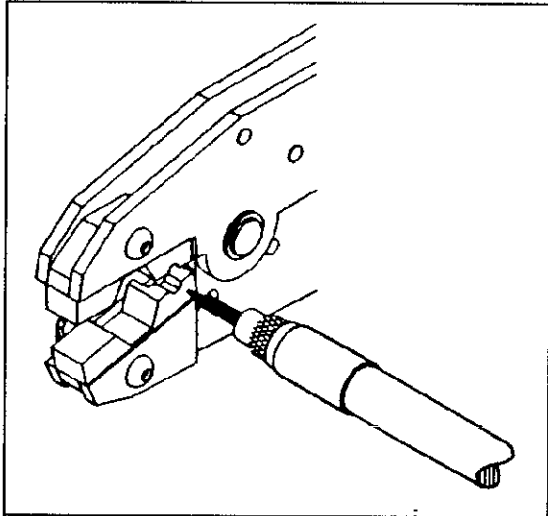
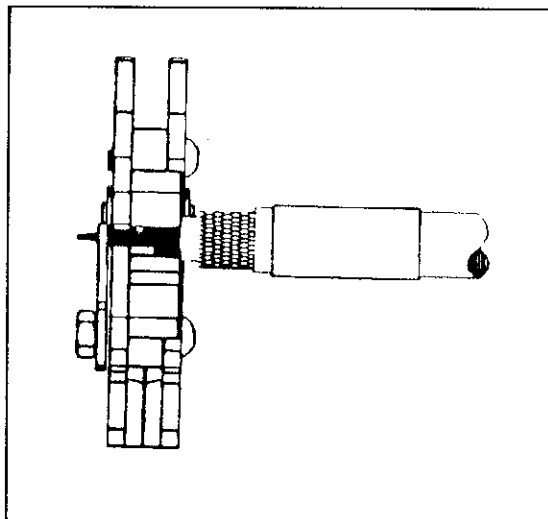

FIG.3
FIG.4
- Placer le contact dans l'empreinte "A" (fig. 3), l'extrémité en appui dans le positionneur (fig. 4).